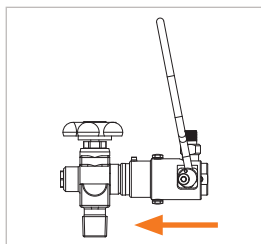

Abbildung 3
- ▶ Stecken Sie den Adapter gerade und locker, bis zum merkbareren Dichtungskontakt in das Flaschenventil ein (Abbildung 3). Dadurch wird eine Beschädigung der Frontdichtung durch eventuell scharfe Kanten am Flaschenventil vorgebeugt und das richtige Anschließen gewährleistet.